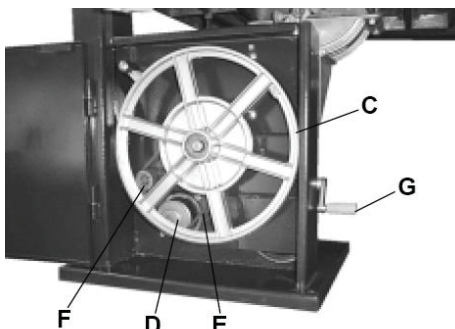

Рис. 24
Нижний шкив (C) Рис. 24
- Один шкив находится на промежуточной оси, а другой – на оси двигателя (D) (рис. 24).
- "V"-образный ремень (E) (Рис. 24) проходит через шкив на промежуточной оси, через шкив на оси двигателя и через плоский натяжной ролик (F) (Рис. 24).
- Натяжение ремня осуществляется с помощью рукоятки (G) (Рис. 24).